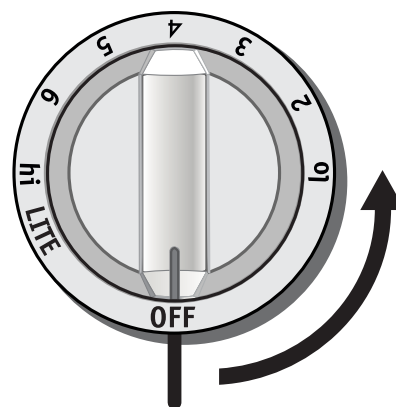

Figure 1
- 3 Relâchez le bouton en position «LITE» (allumage) (voir figure 1). Note: Tous les allumeurs des brûleurs de surface produisent tous des étincelles. Cependant, seul le brûleur dont le bouton a été tourné s'allume.